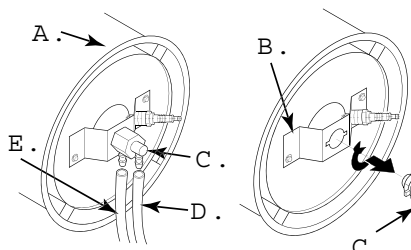

Figure 20 - Débranchement des conduites d'air et de carburant, modèle 10 kW.
4. Tourner le gicleur d'un quart de tour vers la gauche et le tirer vers le moteur pour l'enlever (voir figure 20).